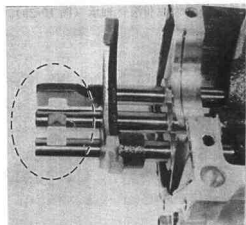

图 10-37
在开始拆卸以前, 应保证所有的拨叉轴均处于空档状态, 并按照下面 (1)、(2)、(3) 的顺序依次拆卸。图 10-37 为空档状态。